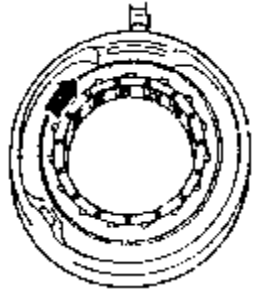

图 7-118 锁定保持架
(3) 锁定保持架。如图 7-118 所示，沿箭头方向将保持架转到底，使保持架锁定。